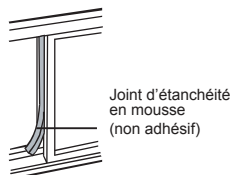

Fig. 15
5. Coupez le joint d'étanchéité en mousse (non adhésif) à la longueur appropriée et scellez l'ouverture entre le châssis avant et le châssis extérieur. Fig. 15.